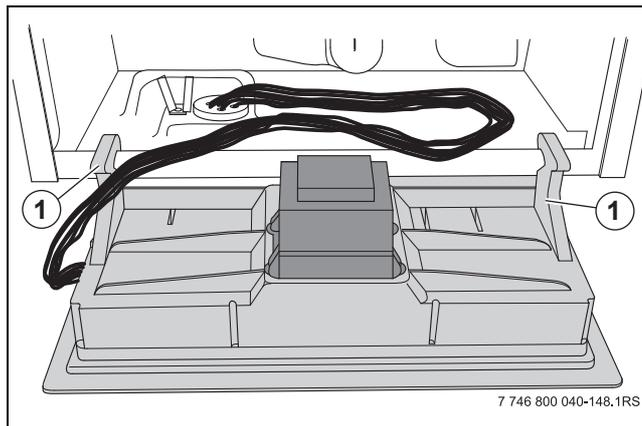

Bild 99 Bedienfeld demontieren
- ▶ Beide Schrauben des Bedienfeldes lösen und Bedienfeld an beide Haken aufhängen (→ Bild 99).